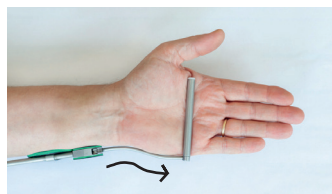

Abbildung 4: Handtellerröhrchen
2. Bringen Sie die Handröhre mit Hilfe der Ambroise Rohrbiegeezangen in die Form der lateralen Handkontur (Abbildung 4). Bringen Sie den Handverbindungsteil und die Handtellerröhre an der gewünschten Position an und befestigen Sie diese leicht mit der Hand (Abbildung